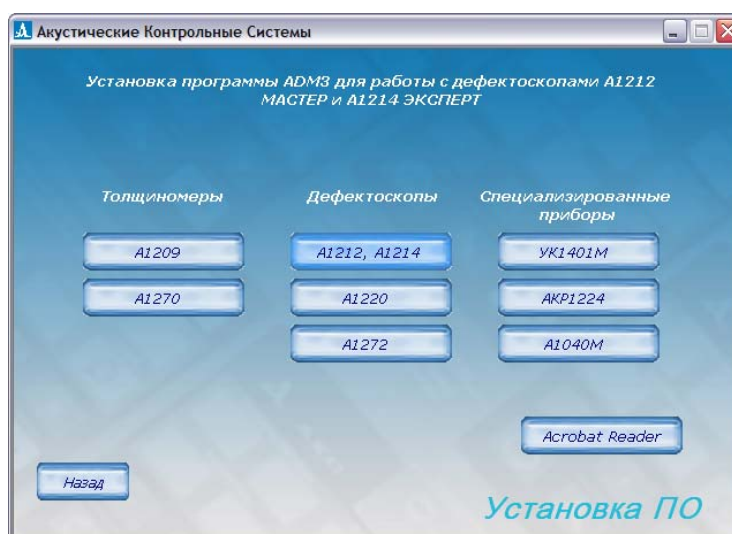

Рисунок 5
- Откроется окно выбора прибора для работы, с которым будет устанавливаться программное обеспечение (рисунок 5). Нажать кнопку «A1212, A1214». Начнется процесс установки программы ADM3.